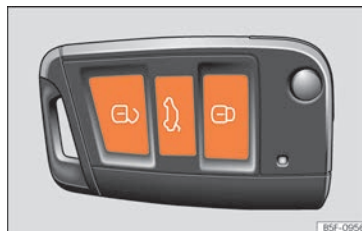

Fig. 75 Chave com comando à distância: botões.
- Trancar: pressione o botão  »» Fig. 75.